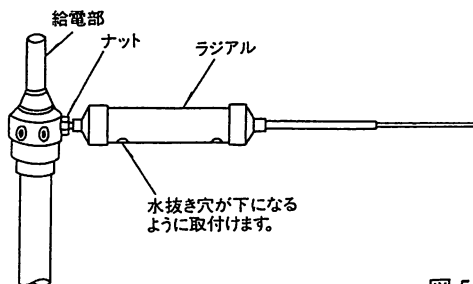

図5
- 5) 各ラジアルを給電部のネジ部にいっぱい差し込んだのち、水抜き穴が下になる様にもどしてから、付属の六角ナットを対辺19のスパナあるいはモンキーレンチで締めつけて固定します。図5